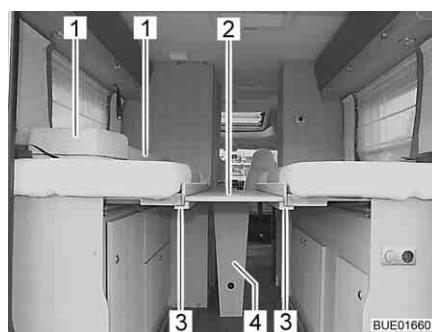
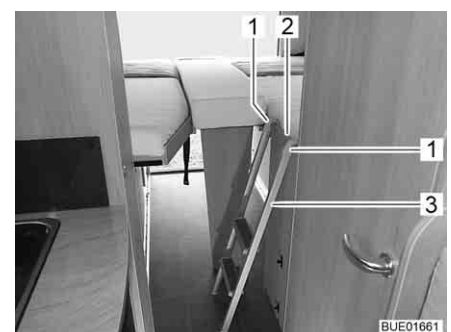

Bild 84 Bettverbreiterung, aufgelegt
Bild 85 Aufstiegsleiter
- Stütze (Bild 84,4) der Bettverbreiterung (Bild 84,2) ausklappen.
- Bettverbreiterung so auf die beiden Auflagen (Bild 84,3) der Lattenroste legen, dass die hintere Kante der Bettverbreiterung mit den Lattenrosten abschließt (Bild 84).
- Zwei Zusatzpolster (Bild 84,1) auf die Bettverbreiterung legen (Bild 85).
- Aufstiegsleiter (Bild 85,3) mit den beiden Bügeln (Bild 85,1) in die Leiste (Bild 85,2) am Lattenrost einhängen.